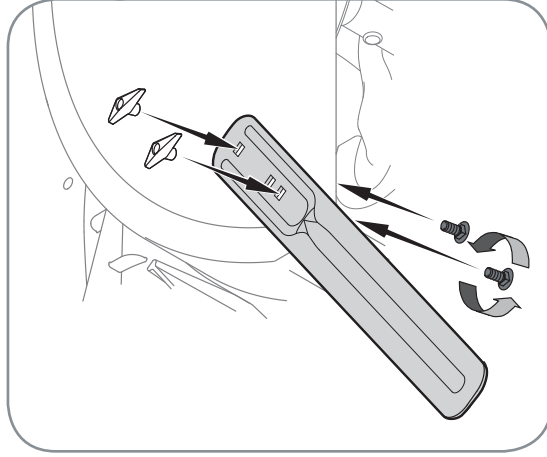

Figure 3-8
- Positionnez les barres de coupe pour qu'elles font face à l'avant comme illustré à la Figure 3-8. Maintenez-les en place avec la boulonnerie enlevée précédemment, les écrous à oreilles devraient être attachés sur l'extérieur du logement comme illustré.